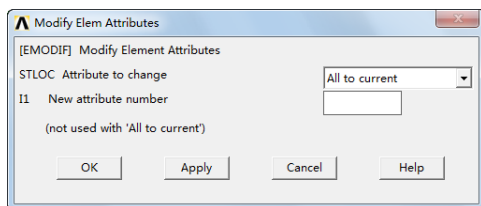

图 11-89 “Modify Elem Attributes”对话框
⑪ 依次选择 Main Menu → Preprocessor → Modeling → Move / Modify → Elements → Modify Attrib, 会弹出“Modify Elem Attributes”对话框, 单击“Pick All”按钮, 会弹出“Modify Elem Attributes”对话框, 如图 11-89 所示, 采用默认设置, 单击“OK”按钮关闭该对话框。
⑫依次选择 Main Menu→Preprocessor→Modeling→Move / Modify→Elements→Modify Attrib，会弹出“Modify Elem Attributes”对话框，单击“Pick All”按钮，会弹出“Modify Elem Attributes”对话框，如图 11-89 所示，采用默认设置，单击“OK”按钮关闭该对话框。